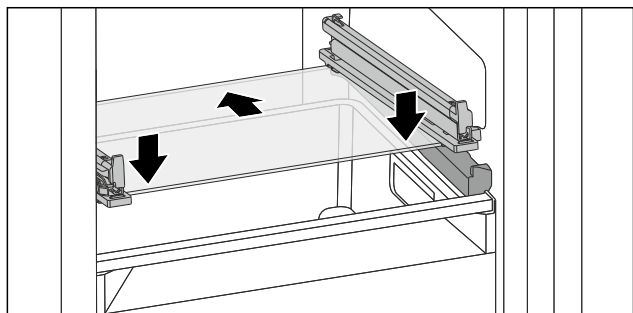

Fig. 141 A lebillenthető fiók üveglapja
- ▶ Helyezze a fiókot ferdén az ütközők mögé. (lásd Fig. 141)